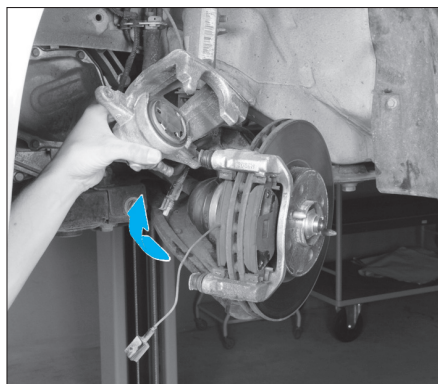

Fig. 3
- Extraire la partie supérieure de l'étrier, puis l'écartier en l'attachant dans le passage de roue afin de ne pas endommager le flexible de frein (Fig.3).